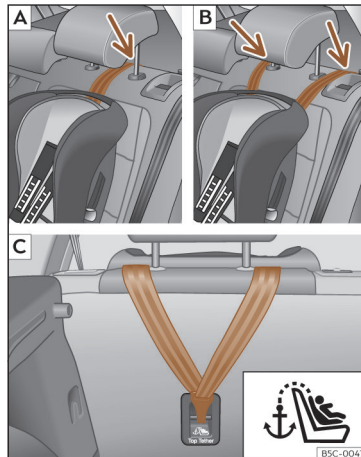
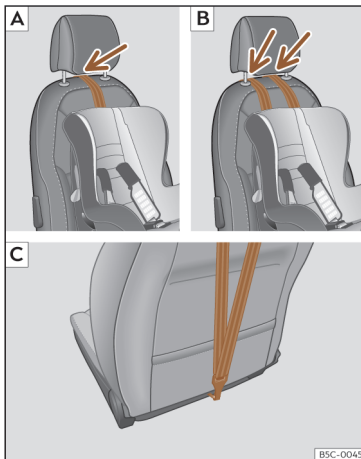

Abb. 37 Rücksitze: Einstellung und Einbau je nach Top Tether-Gurt.
Abb. 38 Beifahrersitz: Einstellung und Einbau je nach Top Tether-Gurt.
- Führen Sie den Gurt unter der Kopfstütze durch (in Abhängigkeit der Gebrauchsanweisungen des Kindersitzes ggf. Kopfstütze anheben oder entfernen)»» **Abb. 37** [A]/[B], »» **Abb. 38** [A]/[B].
- Den Haltegurt nach hinten führen und ordnungsgemäß in die Verankerung an der Rückseite der Sitzlehne einhaken»» **Abb. 37** [C], »» **Abb. 38** [C].